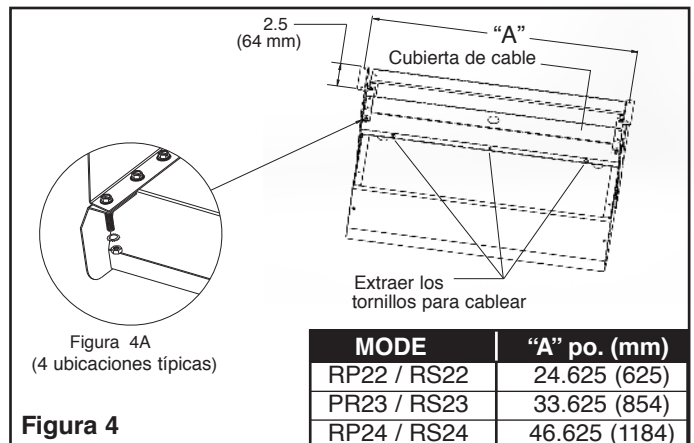

Figura 4A
1. En un banco de trabajo u otra superficie plana, fije los soportes de montaje proporcionados a los extremos de la cubierta del conducto de cables (vea la Figura 4A) utilizando los pernos, las arandelas de estrella y las tuercas proporcionadas.